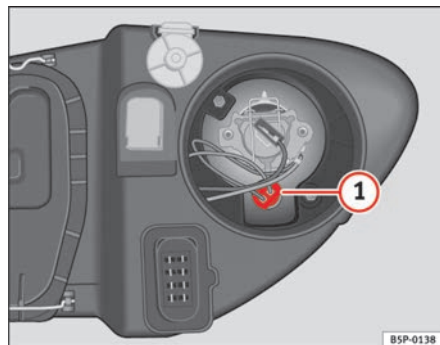

Fig. 189 Luci di posizione
- Estrarre il portalampade ⇒ fig. 189 ① verso l'esterno.